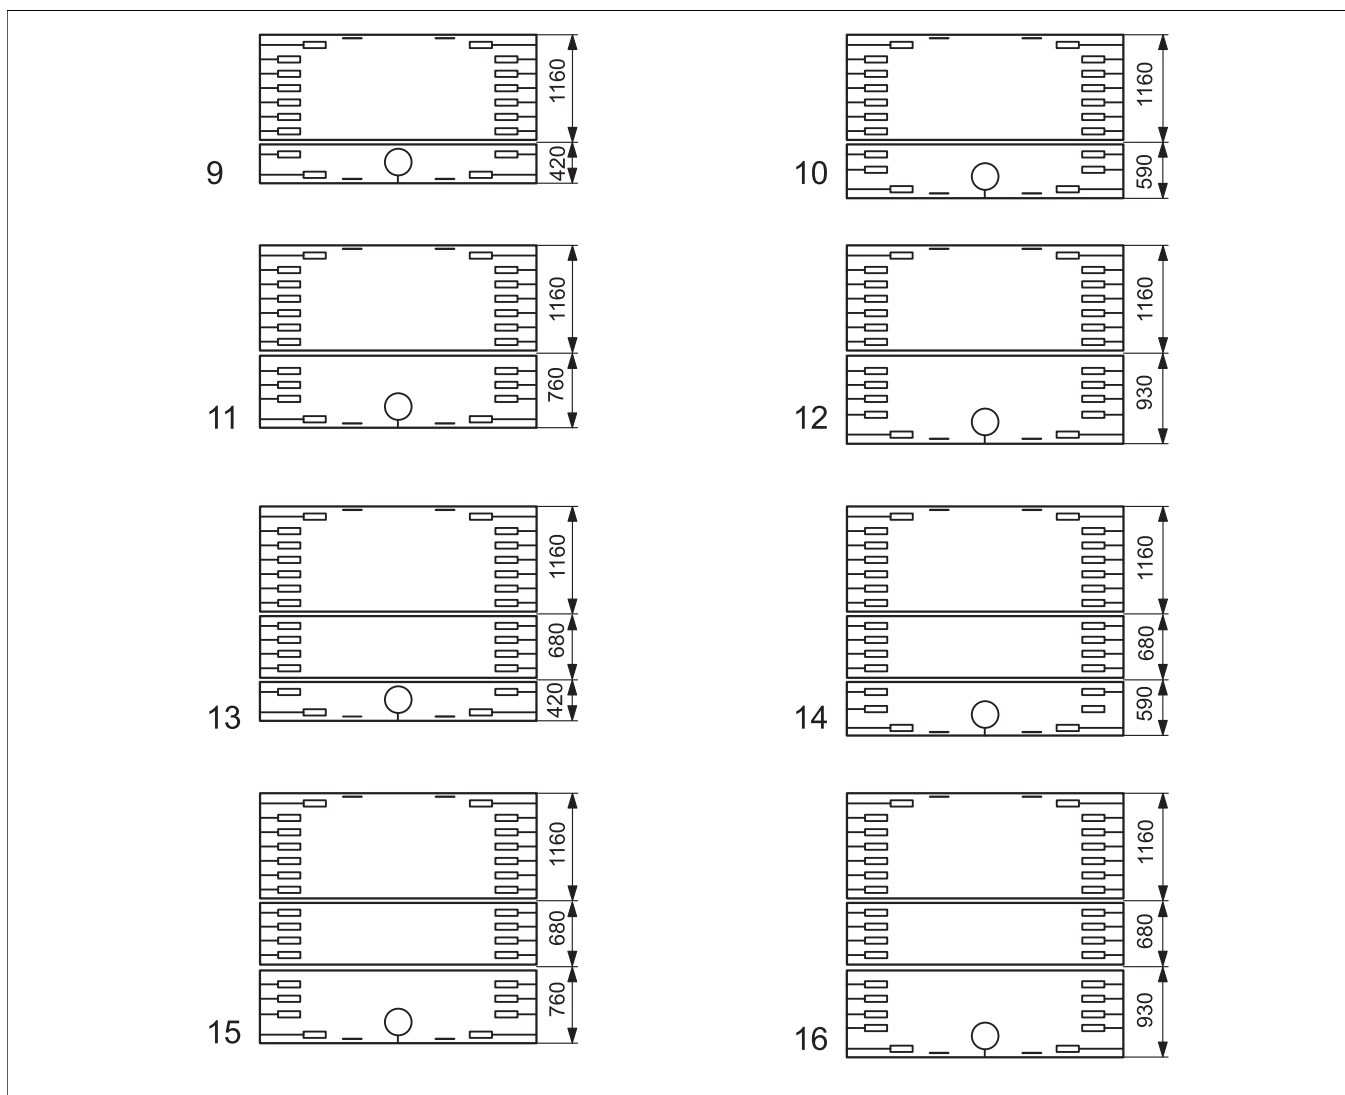

Рис. 38 Теплоизоляция для различных типоразмеров котла (размеры в мм)
- ▶ Расположите теплоизоляционные элементы на котловом блоке, как показано на схеме → рис. 38 (цифры слева рядом с котловым блоком, показанным сверху, соответствуют количеству секций котла).